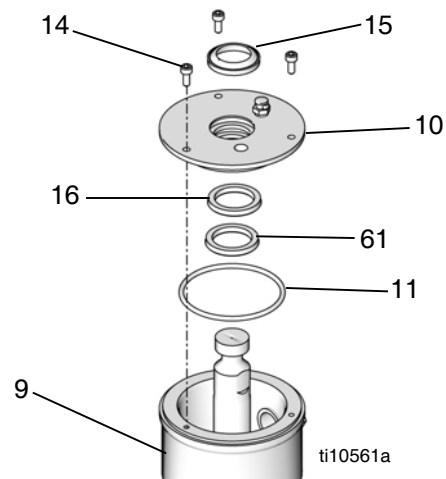

FIG. 5
5. Dans le cas de bas de pompe avec coupelles intégrées (9), utilisez une clé à six pans M4 pour retirer les trois vis (14) du capot de la coupelle (10) puis retirez le capot. Vidangez et nettoyez la coupelle (9). Voir FIG. 5.
6. Dans le cas de bas de pompe avec coupelles intégrées (9), utilisez une pointe pour joint torique pour retirer le joint torique (11), et un tournevis plat pour retirer l'anneau de retenue (61), le racleur (15) et le joint (16).
**REMARQUE :** La bague à ressort (61) sert uniquement pour les bas de pompe de 60 cc et de 100 cc.